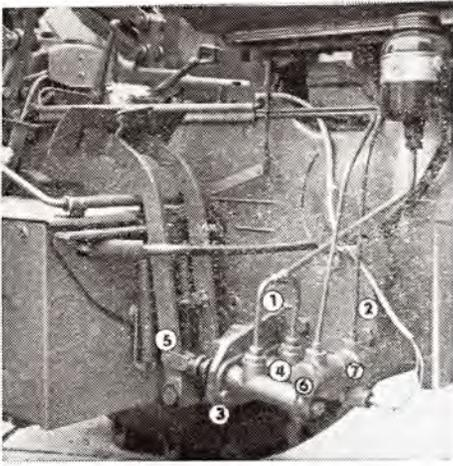

Abb. 70
1. Die Rohre sind aus dem Hauptzylinder (Abb. 70/1) und aus dem Druckausgleicher (Abb. 70/2) auszuschrauben und der Druckausgleicher ist durch Ausschrauben einer Hohlsschraube und des Bremschalters zu lösen.
2. Der Splint ist zu entsichern, die Unterlagscheibe abzunehmen und der Bolzen aus der Gabel des Bremsfusshebels herauszunehmen (Abb. 70/5).
3. Zwei Schrauben M 8 sind aus dem Flansch des Hauptzylinders (Abb. 70/3) auszuschrauben.
4. Der Zylinder (Abb. 70/4) samt Staubkappe ist aus dem Halter herauszuschieben.
1. An der linken und rechten Seite ist eine Verschlusschraube (Abb. 70/6) auszuschrauben.
Anmerkung: Vor der Rückmontage muss man sich überzeugen, ob die Öffnung in der Mitte des Druckausgleicher-Körpers nicht verstopft ist, danach ist diese wieder mit einem Gummiring (Abb. 70/7) abzudecken. Die Öffnung darf nicht verstopft sein, sonst würde der Druckausgleicher seine Funktion nicht erfüllen.